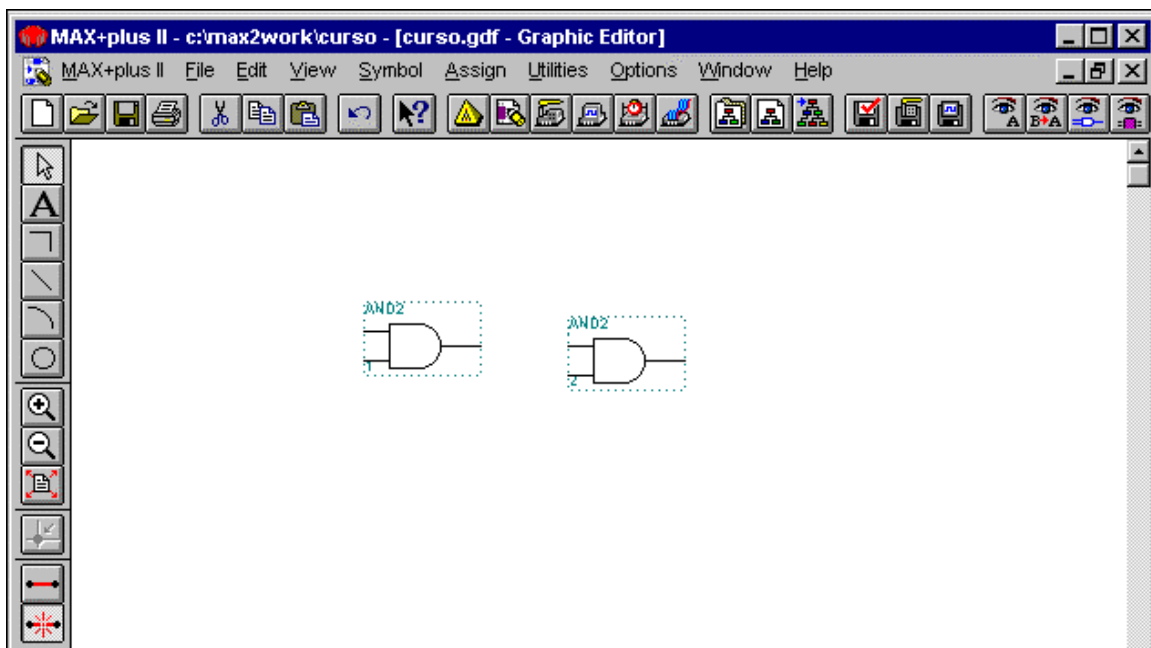

Figura 8
4.3.4 Em nosso exemplo, com o *botão esquerdo*, clique em *Paste* (o desenho deverá ficar conforme a figura 8).